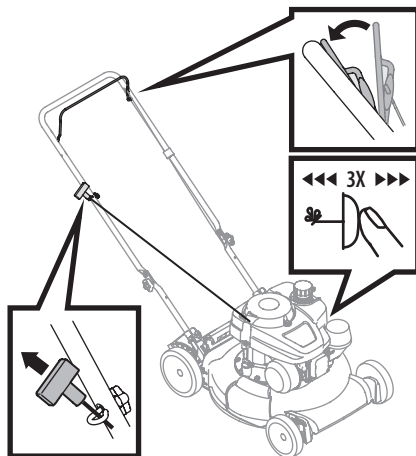

Figure 7
1. Pressez trois fois sur l'amorce et attendez environ deux secondes avant de presser de nouveau(Figure 7). Lorsque la température est inférieure à 10° C (50° F), pressez cinq fois sur l'amorceur. Si le moteur est chaud, il suffit de presser sur l'amorceur une fois, peu importe la température.
3. Tirez sur la poignée du lanceur à rappel jusqu'à ce que vous sentiez une légère résistance, puis tirez rapidement sur la poignée pour faire démarrer le moteur et empêcher la corde de s'enrouler rapidement(Figure 7). Répétez l'opération au besoin.